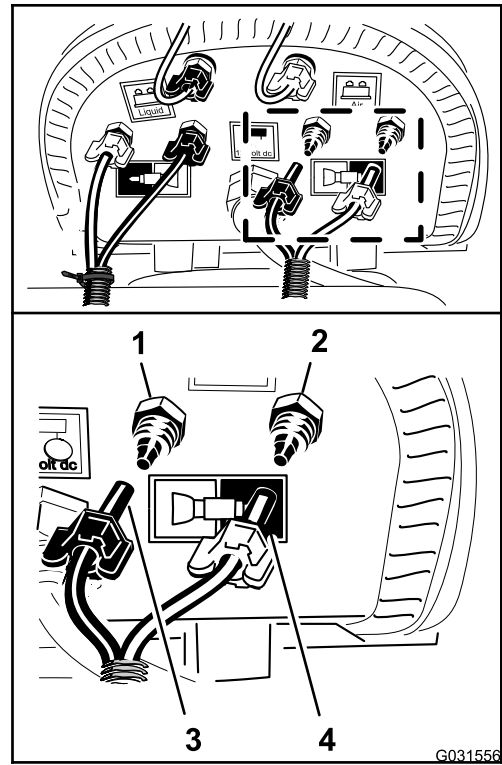

**Figura 213**
3. Ligue a tubagem com a braçadeira de cabos que instalou no passo 1 de Remover os tubos do ar e do líquido da máquina \(página 17\) ao alinhar o tubo azul para a secção direita da rampa na união da compressão para o circuito de água da secção da rampa direita (Figura 213).
4. Monte a porca de compressão para o tubo na união e aperte a porca à mão (**Figura 213**).
5. Alinhe o tubo transparente para a secção da rampa direita na união da compressão para o circuito de ar da secção da rampa direita (**Figura 213**).
6. Monte a porca de compressão para o tubo na união e aperte a porca à mão (**Figura 213**).